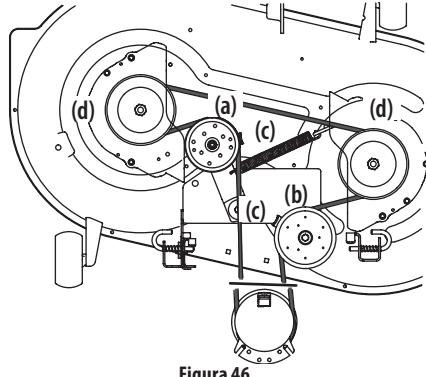
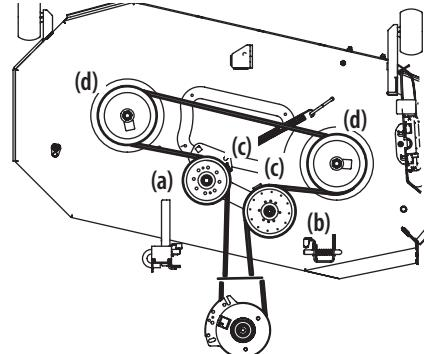

Figura 46
Figura 47
2. Afloje, pero no quite los herrajes de la polea loca a la derecha (a) y la izquierda (b). Consulte la Figura 46 para las plataformas de 42", la Figura 47 para las plataformas de 46", la Figura 48 para las plataformas de 50" y 54" y la Figura 49 para las plataformas de 60".